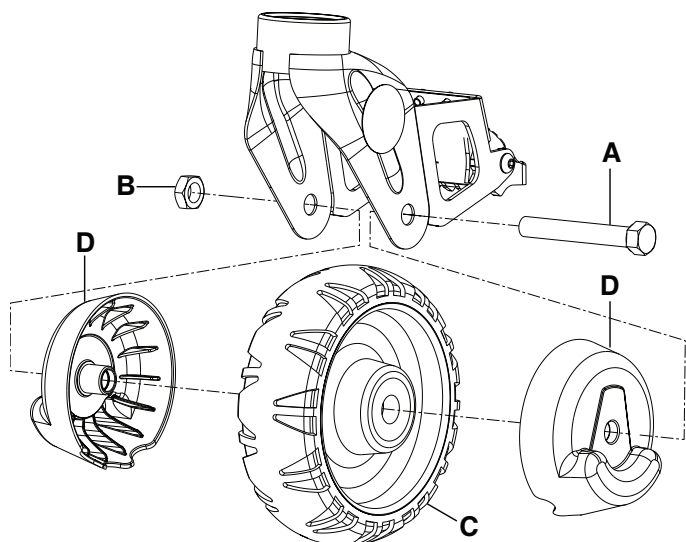
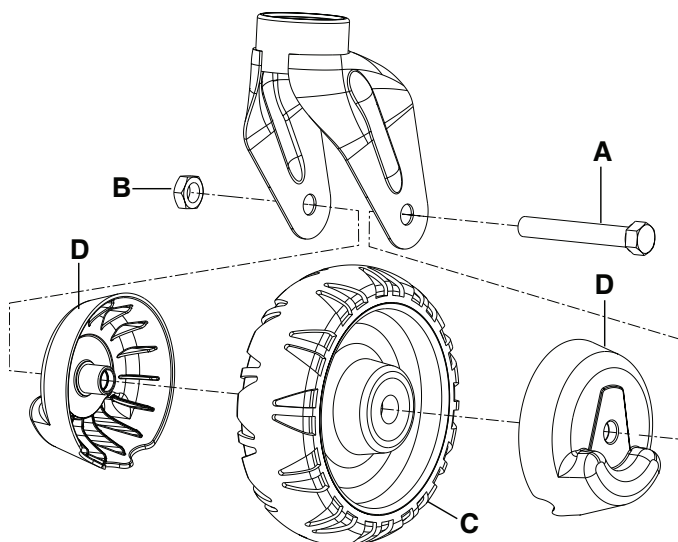

Figura 5 – Ruedas de la camilla con cubiertas y freno
Figura 6 – Ruedas de la camilla con cubiertas y sin freno
4. Alinee dos cubiertas para ruedas (6390-001-206) (D) alrededor de la rueda, de modo que coincidan en ambos lados (Figura 5 o Figura 6).
5. Con una llave de 5/8 in con un trinquete de 3/8 in y una llave de combinación de 11/16 in, fije el tornillo de cabeza hexagonal (A) y la tuerca de seguridad (B) (0016-060-000) para fijar la rueda (C) con sus cubiertas (D) al cuerno de la rueda pequeña (Figura 5 o Figura 6).